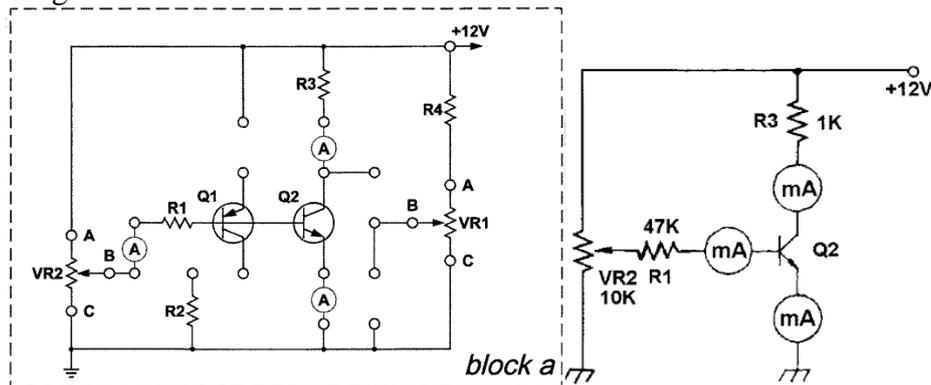

Fig. 1 : Montage pour le traçage de la caractéristique de transfert
- Insérez le clip de raccordement selon la Fig1 (23002-block a)